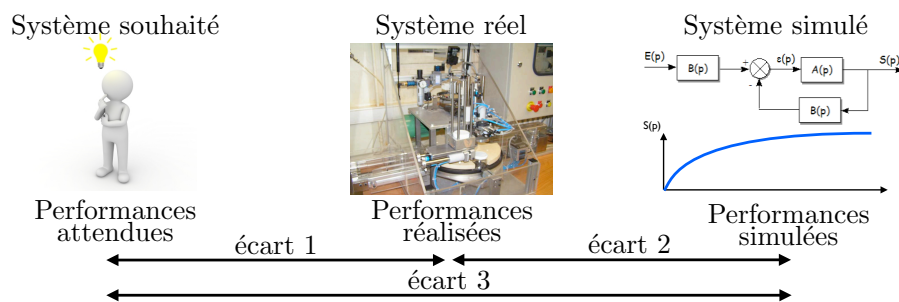

FIGURE 1 – Objectif de la démarche ingénieur : minimiser les écarts
- une conclusion générale pour permettre de caractériser les écarts entre les performances du système réel, du modèle numérique et du cahier des charges (Figure 1).